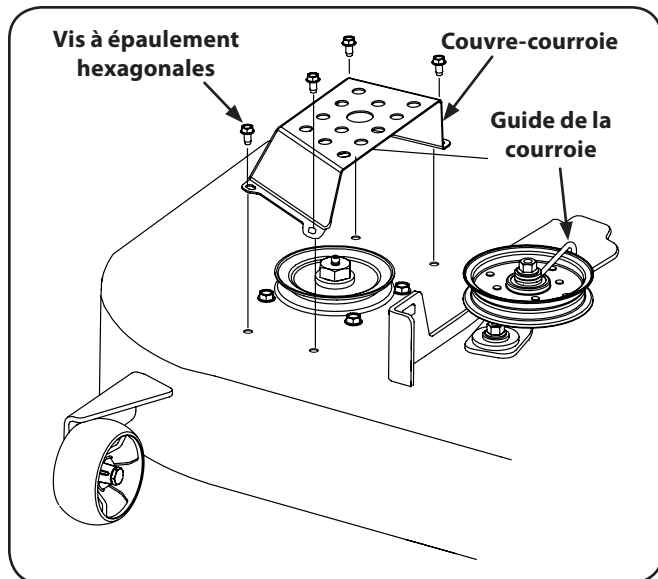

Figure 7-9
2. Retirez les vis à bride hexagonales fixant les couvre-courroies au plateau et desserrez suffisamment les guides de courroie pour faire glisser celle-ci hors de la poulie. Consultez la figure 7-9.
3. Sortez la courroie des poulies de fusée. Consultez la figure 7-9.